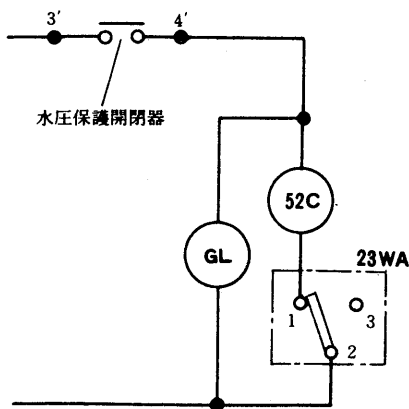

図1
- 水圧保護開閉器の接点を圧縮機制御回路に入れる。<図1 参照>